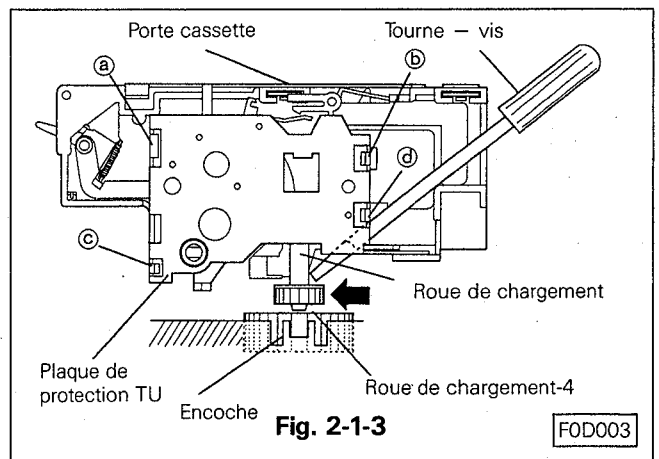

Fig. 2-1-3
- Lors de l'opération B, le pignon de chargement du porte cassette n'est en générale pas positionné dans son logement. Dans ce cas utiliser un tournevis adéquat. Voir Fig. 2-1-3. On peut aussi effectuer la mise en place du pignon de chargement en le tournant légèrement.
2-2-1 DEMONTAGE (Voir Fig. 2-1-3 ~ 2-2)
- Défaire les quatre crochets (a), (b), (c) et (d) comme le montre la Fig. 2-1-3 puis démonter la plaque de protection TU.
2-2-2 REMONTAGE (Voir Fig. 2-1-3 ~ 2-2)
- Positionner la plaque de protection TU sur le porte cassette puis la fixer à l'aide des quatre crochets (a), (b), (c) et (d) comme le montre la Fig. 2-1-3.